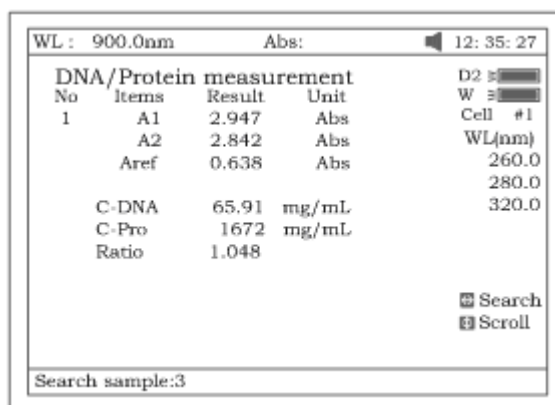

Рисунок 66
- Поиск выполняется нажатием клавиши **[<]** или **[>]**. Введите номер пробы (рис.66) — результаты будут выведены на экран. Чтобы просмотреть результаты анализа один за одним, нажимайте клавиши **[A]** и **[V]**.